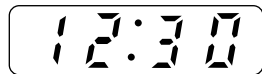

Рис. 1 С
- под дисплеем, (рис. 1а) показывает остаток воды до начала промывки, например: 102.0: остаток воды 2.0м³ когда счетчик обнулится 100.0: обратная промывка включается автоматический в 2 часа ночи;